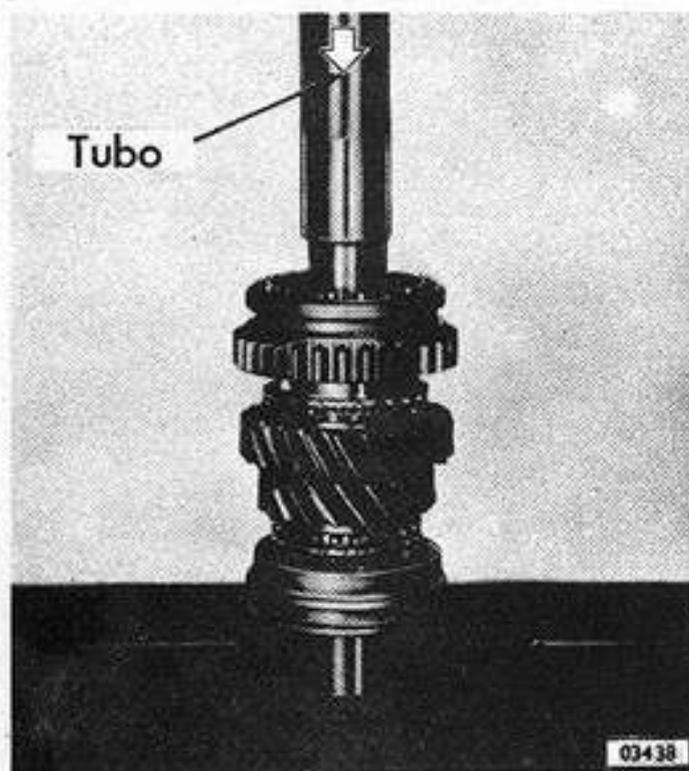

Fig. 24 - Instalación del cubo de sincronización de 1ra. y 2da.
8. Colocar el cubo de sincronización de 1ra. y 2da. ya armado, así como también la pista interior del cojinete a agujas (Fig. 24)